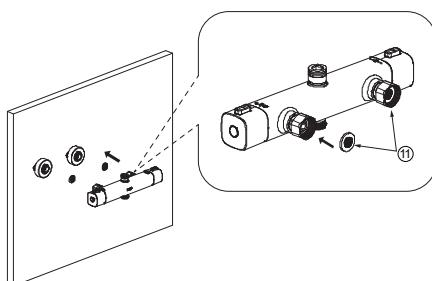
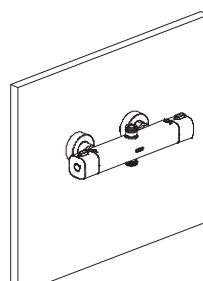

Figure 4
Figure 5
- a) Insérez la rondelle en caoutchouc filtrante ⑪ à l'intérieur de l'entrée de la barre de douche thermostatique ⑨ (Figure 4). Connectez la barre de douche thermostatique sur les connecteurs courbes (Figure 5). Le côté gauche est l'eau chaude et le côté droit l'eau froide.